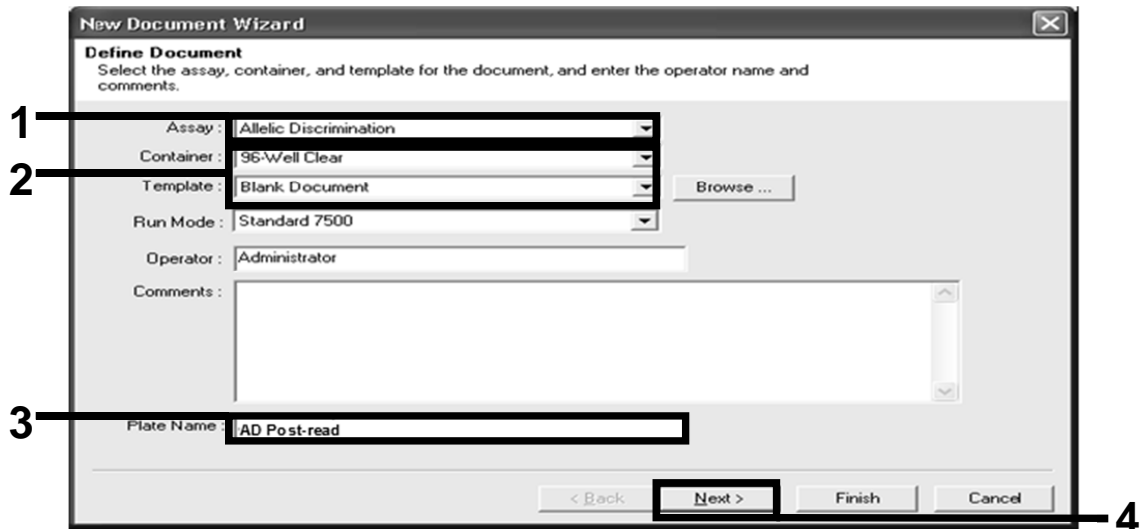

Figure 13. Préréglages pour la création d'une nouvelle analyse post-read (« New Document Wizard », Assistant nouveau document)
- 12. Dans la boîte de dialogue « New Document Wizard » (Assistant nouveau document), cliquer dans la liste déroulante sur « Assay » (Test) et sélectionner « Allelic Discrimination » (Discrimination allélique, figure 13).**
13. Accepter les réglages par défaut proposés pour « Container » (Contenant) et « Template fields » (matrice) (« 96-Well Clear » et « Blank Document » ; figure 13). Dans le champ « Plate Name » (Nom de la plaque), saisir *AD Post-read* (figure 13) puis cliquer sur « Next > » (Suivant) pour accéder à la boîte de dialogue « Select Markers » (Sélectionner les marqueurs).